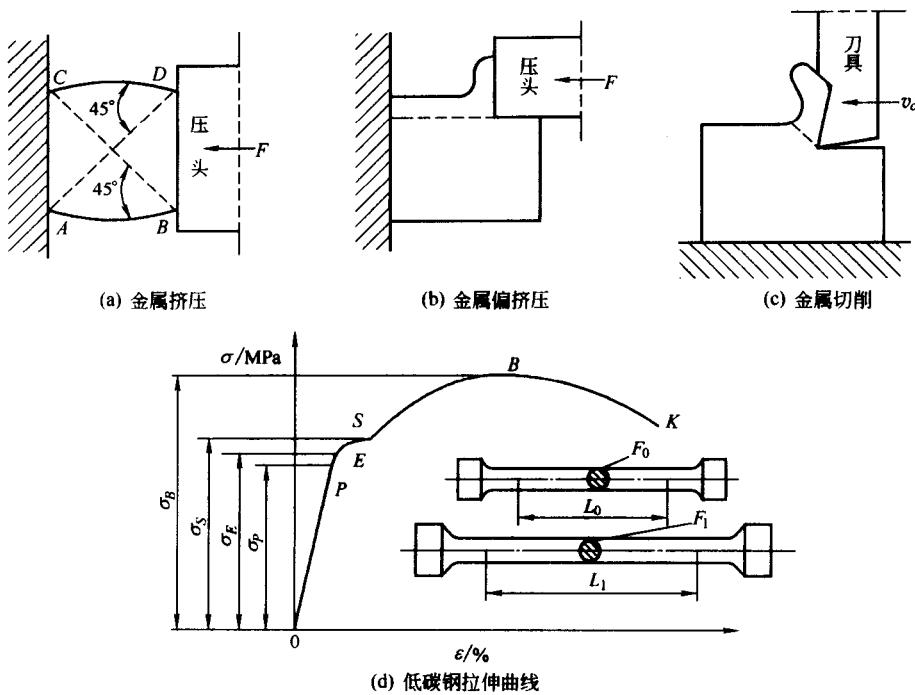

图 1-2 金属的切削过程
(3) 金属的切削过程 关于金属切削过程的研究，属于金属切削基础理论研究的范畴。研究金属切削过程的许多物理现象，如切削力、切削热、积屑瘤、表面变形强化和残余应力等，进而理解切削过程的实质，对于保证质量、降低成本，提高生产率，都有着重要的实际意义。金属切削过程及其现象比较抽象，建议在学习过程中应把握以下两个方面的问题。
① 刀具对金属切削过程的实质上是一种偏挤压过程。对于塑性材料而言，拉伸曲线和压缩曲线基本一致，因此学习时可联系工程材料课程中拉伸曲线来理解，金属切削过程见图 1-2。金属受到外力作用首先经历弹性变形、然后经历塑性变形，当应力达到了金属的强度极限时，金属就会产生断裂；对于切削而言实际上也如此，被切金属层受力经历了弹性变形、塑性变形、断裂，从而形成切屑。
② 切削层金属受刀具的挤压而产生变形是切削过程中的基本问题。金属切削过程中产生的切削力、切削热、积屑瘤、表面变形强化和残余应力等物理现象，都是由切削过程中的变形和摩擦所引起的。切削力和切削热比较好理解，在金工实习中已经有了这样的认识，如锯或锉工件时是很费力的、钻孔时必须将进给手柄用力向下压钻头才能钻下去等，同时在车削中切屑变色、磨削发出火花等，这就为理解切削力和切削热奠定了很好的基础，本章只是作了一些分析，初步介绍了切削力和切削热的来源、散失及影响因素；对于表面变形强化和残余应力在工程材料中作了比较系统的讨论，也不难理解；只剩下积屑瘤的问题，可以对照教材了解积屑瘤的形成条件、形成过程、对切削加工的影响以及控制方法，关键把握一点——积屑瘤的形成、长大和脱落是一个动态过程，只要把握住这点，理解积屑瘤对切削加工的影响应该不存在问题；对于控制方法或措施，可以从形成条件入手，积屑瘤是在以中等切削速度切削塑性材料时形成的，把握“中等”